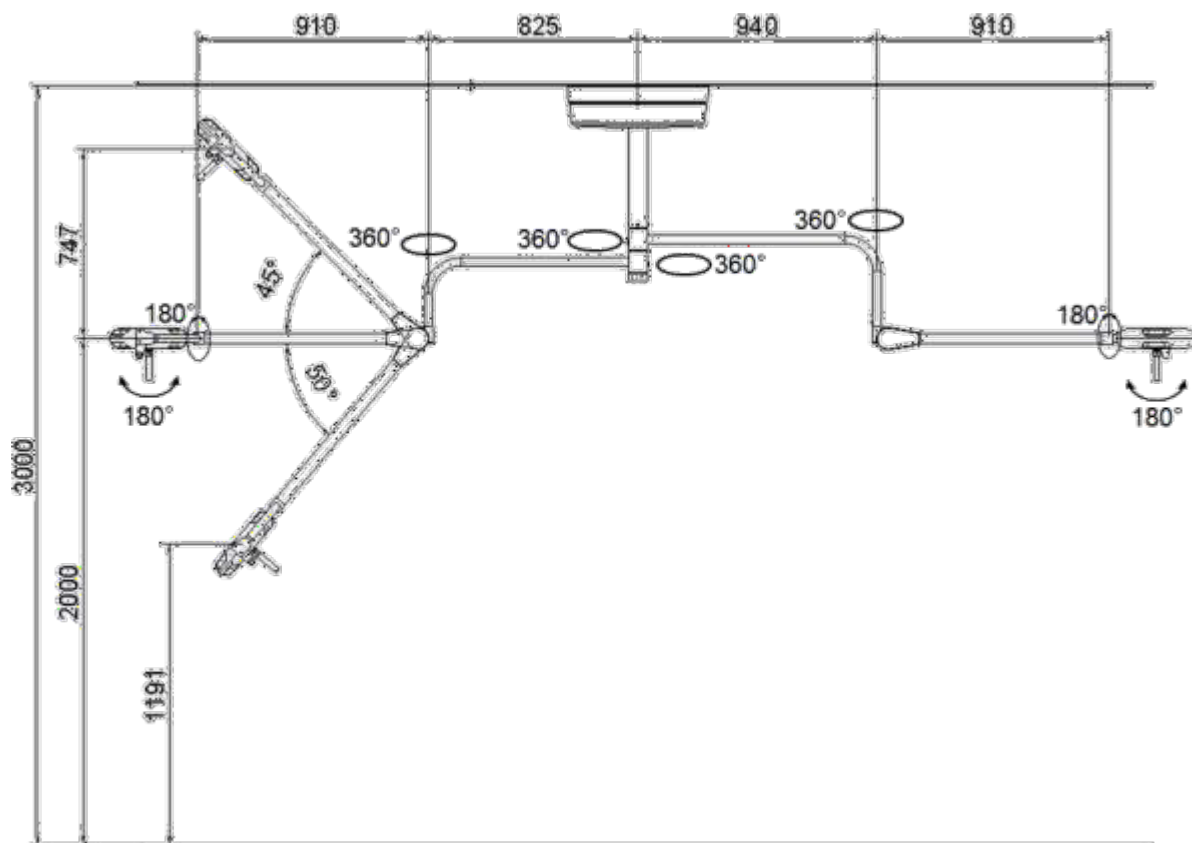

FIGURA 20 – FOCO CIRÚRGICO DUPLO DE TETO SL-300X300
- Figura 20 para o Duplo SL-300x300;